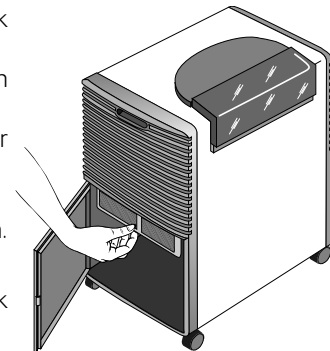

Abb. 4
- Zum Herausnehmen des Filters, die Tankabdeckplatte öffnen, Tank herausnehmen und den Filter nach unten herausziehen (Abb. 4).